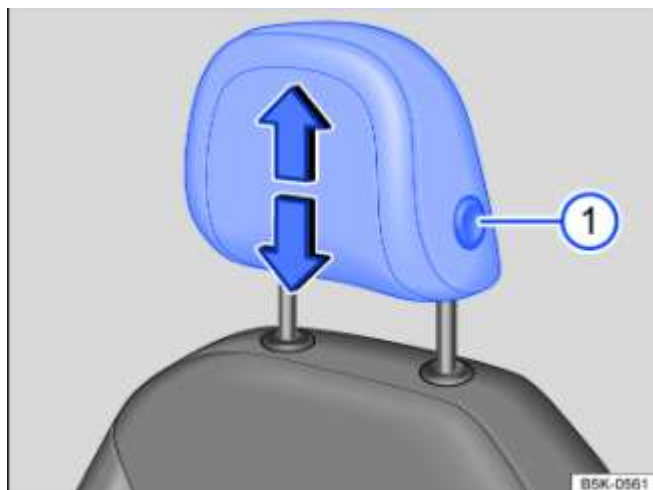
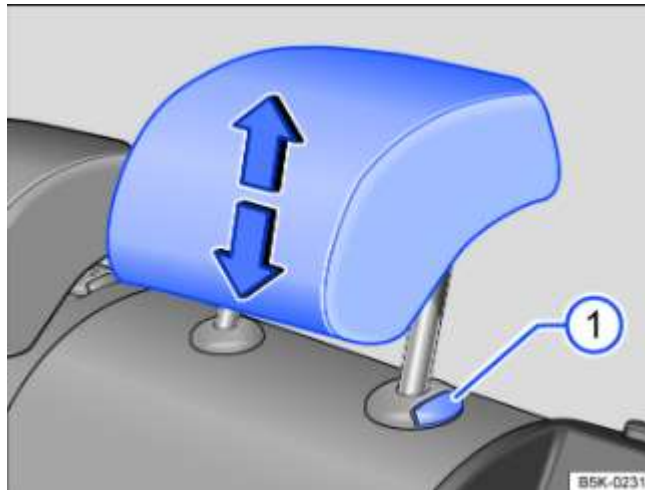

Fig. 74 Appuie-tête avant : réglage
Fig. 75 Appuie-tête arrière : réglage
– Remontez ou abaissez l'appuie-tête dans le sens de la flèche avec la touche → Fig. 74 ① ou → Fig. 75 ① maintenue enfoncée Appuie-têtes. L'appuie-tête doit s'encliqueter correctement dans une position.